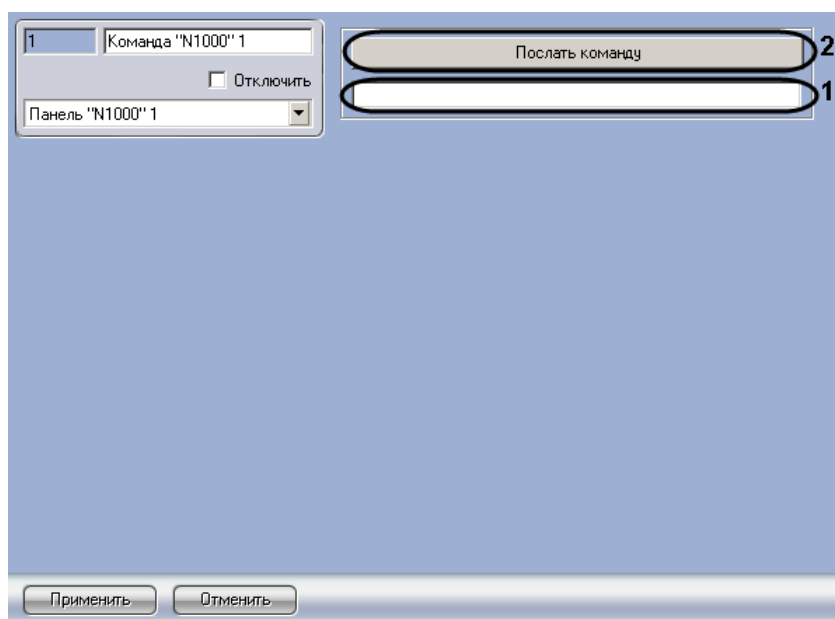

Рис. 3.6—2 Панель настроек объекта Команда "N1000"
2. Ввести команду в строке (см. Рис. 3.6—2, 1).